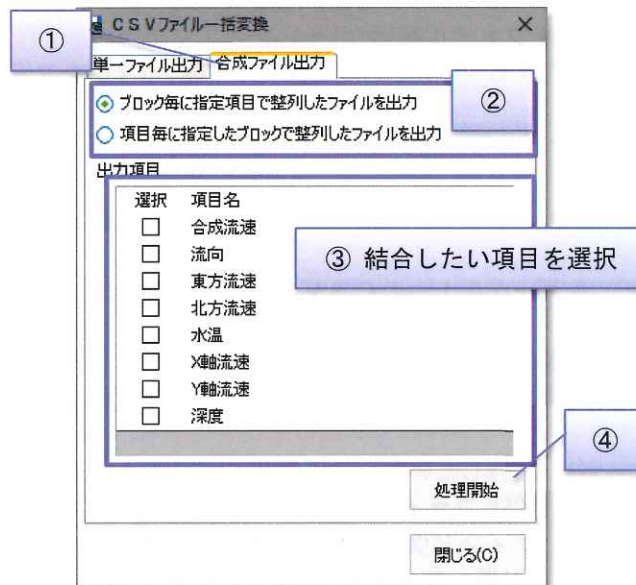

図 4.43 CSV ファイル一括変換ウィンドウ(合成)
- (1) 出力したいデータを選択してください(複数のデータを選択してください)。
- (2) [CSV ファイル書出] ボタンをクリックすると“CSV ファイル一括変換” ウィンドウが表示されます。(図 4.43)
- (3) ①[合成ファイル出力] タブを選択し②[結合形式] を選択します。
- (4) 結合したい項目のチェックボックスをオンにしてください③
- (5) ④[処理開始] ボタンをクリックすると処理を開始します。[閉じる] ボタンで処理を中止します。